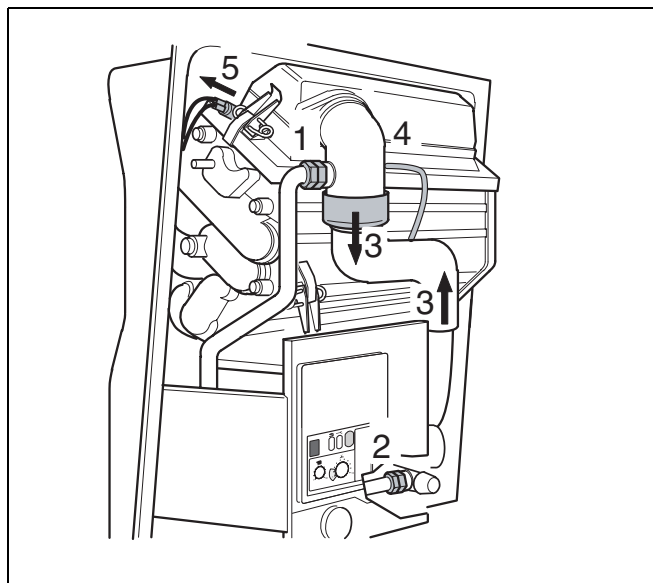

Fig. 34 Rimuovere i collegamenti
- Allentare il collegamento a vite dell'ugello del gas (fig. 34, pos. 1) e della valvola di sicurezza (fig. 34, pos. 2).
- Staccare il tubo flessibile posto tra il ventilatore ed il bruciatore (fig. 34, pos. 3).
- Staccare i tubi collegati al punto di misurazione della pressione differenziale (fig. 34, pos. 4).
- Scollegare la spina del termostato del bruciatore (fig. 34, pos. 5).